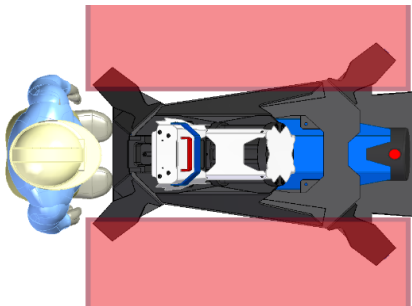

Bild 1: Gefahrenbereich in rot markiert
- **Halten Sie den Gefahrenbereich (Bild 1) von Personen frei**